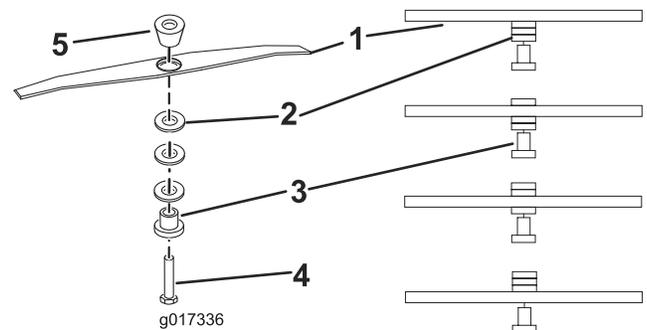

Figure 13
5. Placez les entretoises à la hauteur voulue, puis reposez le tablier de coupe comme montré à la Figure 13.